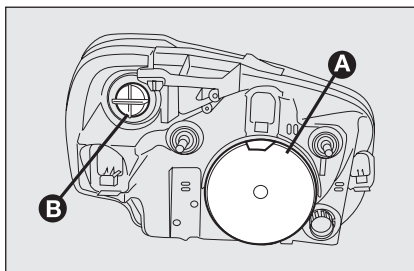
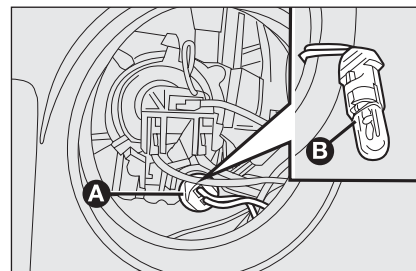

fig. 22
fig. 23
### GROUPES OPTIQUES AVANT fig. 22
- enlever le couvercle de protection **A-fig. 22**;
- tourner dans le sens contraire des aiguilles la douille **A-fig. 23** et l'extraire;
- remonter la nouvelle ampoule, insérer de nouveau la douille **A-fig. 23** puis reposer correctement le couvercle de protection **A-fig. 22**.
- décrocher le ressort de fermeture de l'ampoule en agissant dans le sens indiqué par les flèches **fig. 22**;
- raccrocher le ressort de la fermeture de l'ampoule et remonter correctement le couvercle de protection **A-fig. 22**.
- tourner dans le sens contraire des aiguilles d'une montre le couvercle de protection **B-fig. 22**;